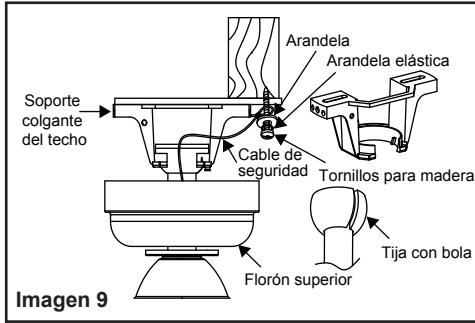

Imagen 9
**Paso 4.** Coloque la bola de la tija en la glena del soporte colgante (Imagen 9). Asegúrate de que la bola de suspensión esté asentada en la ranura del soporte colgante. Atornille un tornillo para madera con arandelas al lado del soporte/abrazadera que sujeta la caja de distribución. Deje 3 mm de espacio entre el soporte y la arandela. Inserte el cable de seguridad a través del soporte colgante del techo y en uno de los agujeros de la caja de distribución en el techo. Ajuste la longitud del cable de seguridad para alcanzar el tornillo y las arandelas tirando del cable extra a través del sujetacables hasta que la longitud total sea correcta, vuelva a pasar el extremo del cable a través del sujetacables, formando un bucle (lazo) en el extremo del cable. Apriete bien el sujetacables de forma segura. Ponga el bucle formado (lazo) en el extremo del cable de seguridad sobre el tornillo para madera y por debajo la arandela. Apriete bien el tornillo para madera. (Imagen 9)